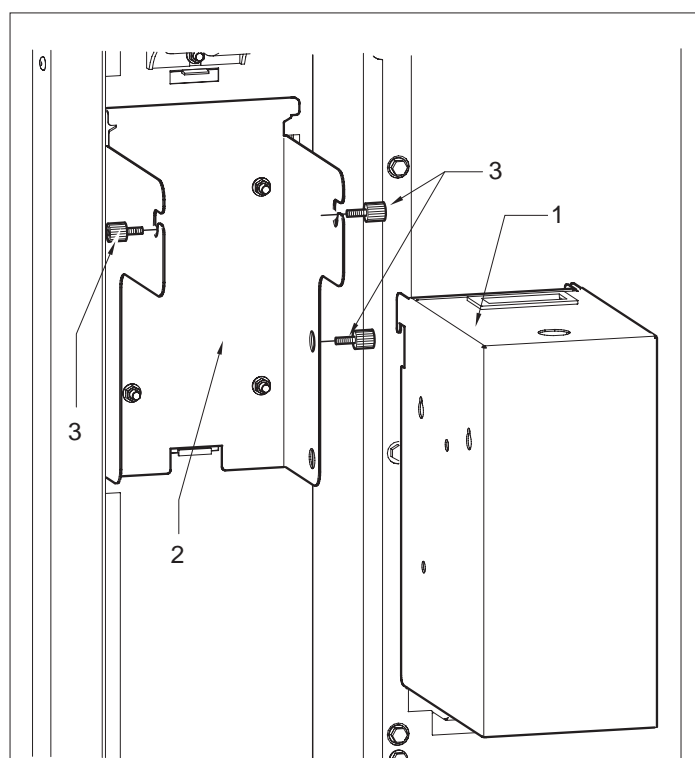

Fig. 6.13
– enganchar o dispositivo (Fig.6.13- pos.1) para as fichas ao suporte (2)